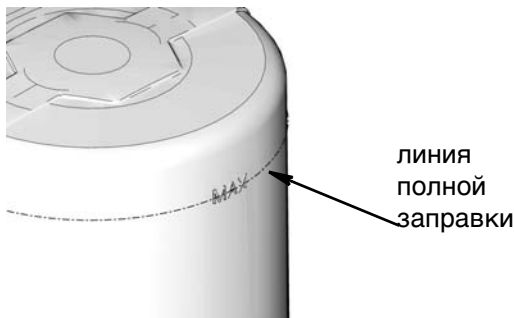

Рис. 14
- Не превышайте максимального заправочного объема. (Рис. 14).